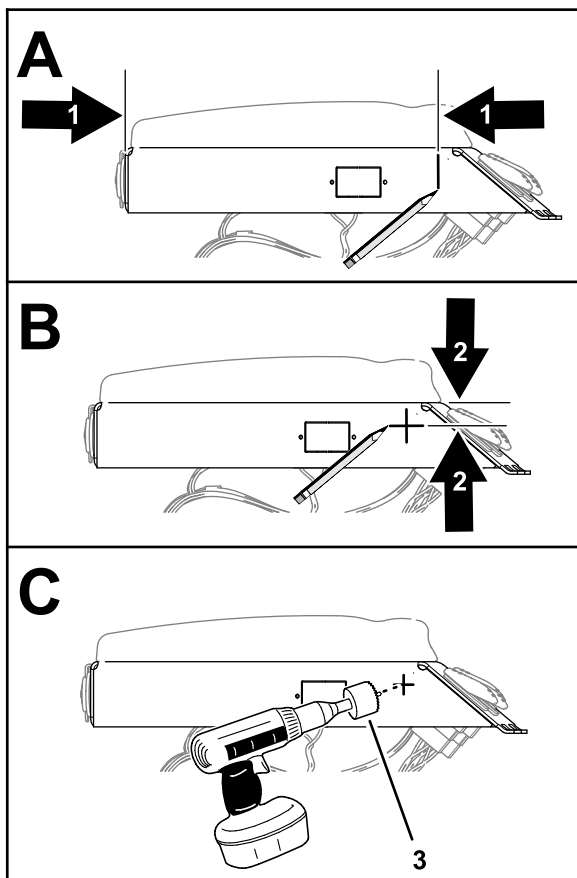

Figure 104
1. Mesurez une distance de 260 mm depuis l'extrémité arrière du panneau d'accoudoir, et tracez un repère sur le panneau (Figure 104).
2. Mesurez une distance de 35 mm depuis le dessus du panneau d'accoudoir, et tracez un repère sur le panneau (Figure 104).
5. Percez un trou de 17 mm dans le panneau d'accoudoir au niveau du repère marqué au pointeau (Figure 104).